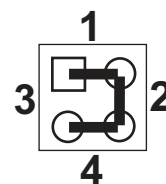

Рис.4 Положение перемычек.
- установить джампер в положение 1 (см. рис. 4);